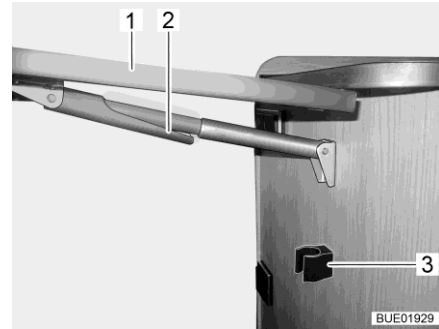

Bild 51 Thekenklapptisch wegklappen
- Thekenklapptisch (Bild 51,1) außen greifen und leicht anheben. Mit der anderen Hand die Fixierung (Bild 51,2) an der Teleskophalterung nach unten schwenken.
- Tischplatte nach unten schwenken, bis die Teleskophalterung in der Halterung (Bild 51,3) einrastet.